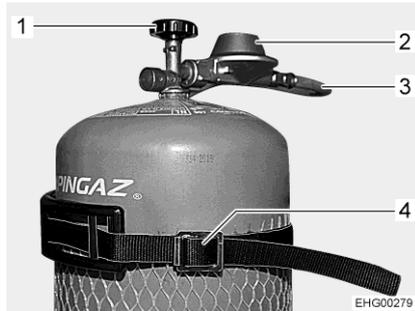

Fig. 37 Raccord bouteille de gaz
- Fermer le robinet principal (Fig. 37,1) de la bouteille de gaz. Observer le sens de la flèche.
- Maintenir le régulateur de pression du gaz (Fig. 37,2) et ouvrir la vis moletée (en général filetage à gauche).
- Retirer le régulateur de pression du gaz avec la lyre (Fig. 37,3) de la bouteille de gaz.
- Décrocher les sangles de fixation (Fig. 37,4) et retirer la bouteille de gaz.
- Fixer la bouteille de gaz avec les sangles de fixation (Fig. 37,4).
- Placer le régulateur de pression du gaz (Fig. 37,2) avec la lyre (Fig. 37,3) sur la bouteille de gaz et serrer la vis moletée (en général filetage à gauche). **Ne pas** serrer trop fort.